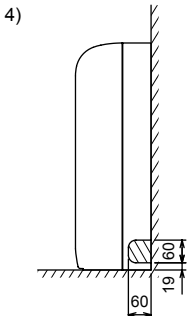

Fig. 3-10
4) Per la tubazione di destra (Fig. 3-10)